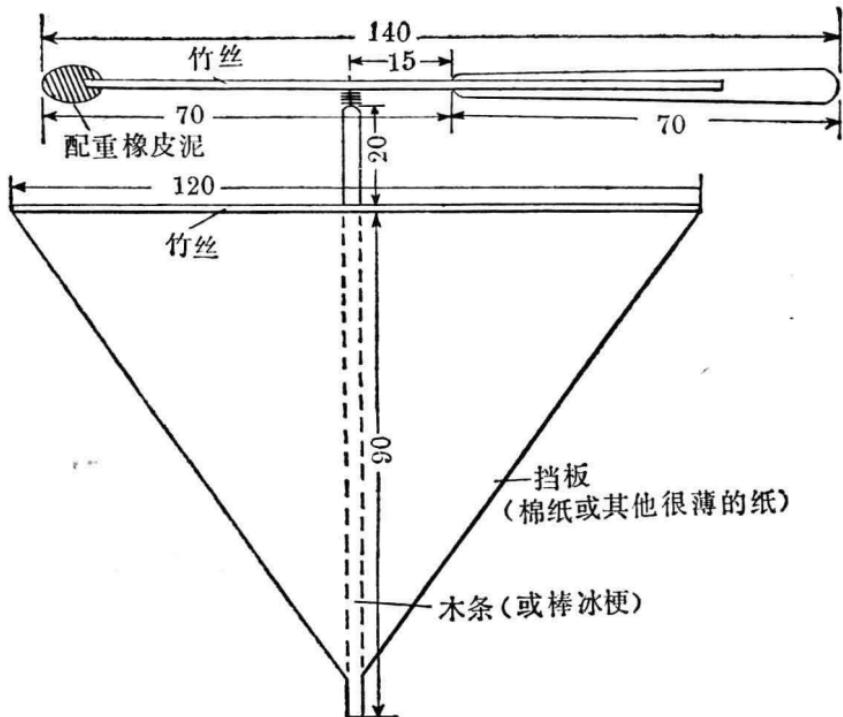

图 3
3. 挡板：把竹丝按图 3 所示的位置扎在机身上。在这竹丝的两端扎上两根细线，把这两根细线的另一端都扎在机身上，成一△形。在竹丝和细线上都涂上胶水，将棉纸粘在上面，等干后沿棉线和竹丝剪成一△形挡板（图 3）。